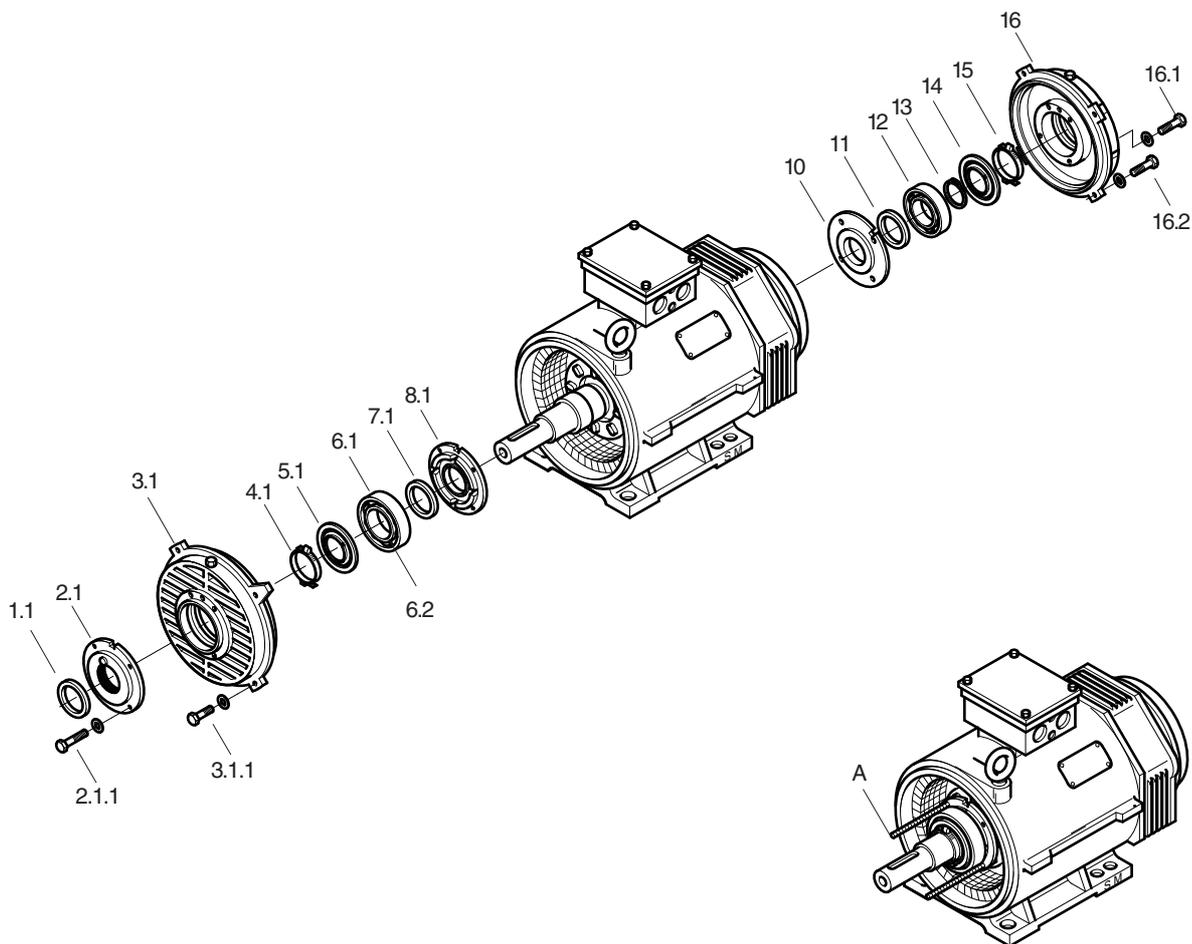

Figure 14: Changement de palier AH180 à AH315
5.5.3 Démontage des roulements côté entraînement (→ Fig. 14) (Pour les roulements à rouleaux côté opposé, voyez 5.5.1)
5.5.4 Montage des roulements côté entraînement (→ Fig. 14) (Pour les roulements à rouleaux côté opposé, voyez 5.5.2)